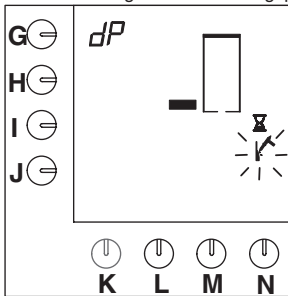

Abb. 25 Pause zum Einwirken des Entkalkers
- Wenn das Wasser heiß ist, erscheinen eine Sanduhr und ein blinkendes Hammersymbol im Display (Abb.25). Es folgt eine Wartezeit von 5 Minuten. Dies ist die Einwirkungszeit des Renegite.